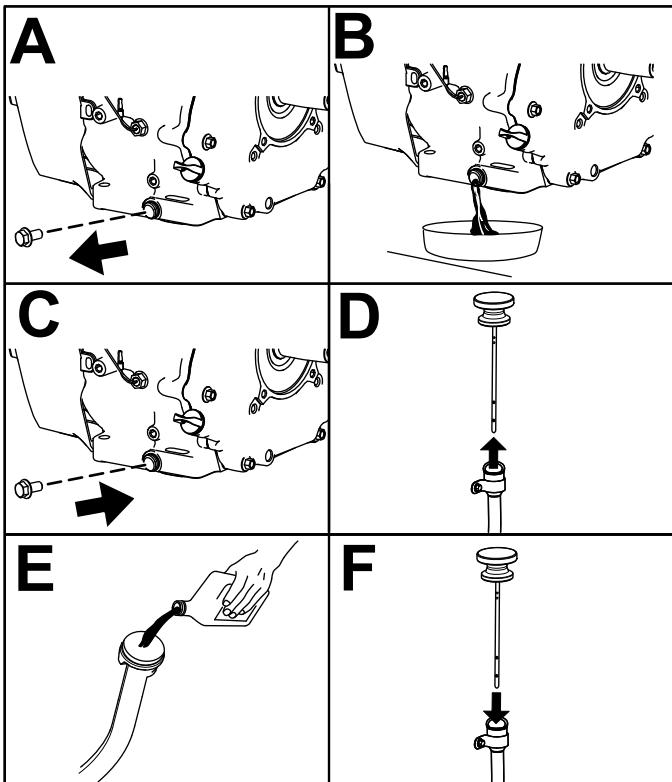

Рисунок 40
- Произведите замену масла в двигателе, как показано на Рисунок 40.